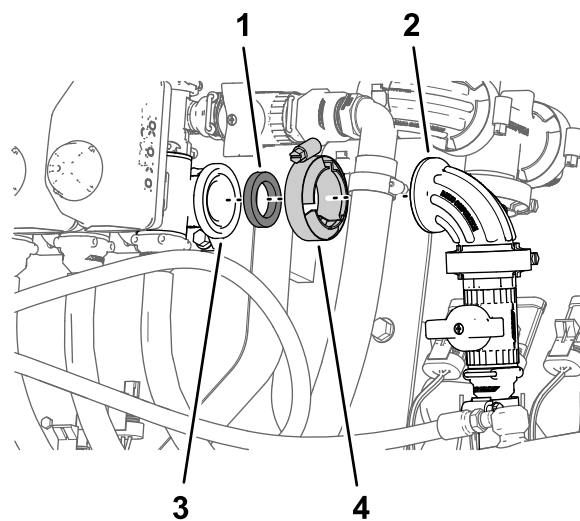

图137
4. 使用在步骤 1 中卸下的法兰夹具和垫片将可选喷枪杆套件或电动软管卷套件切断阀的 90° 接头组装到喷嘴阀 10 的法兰上并用手紧固夹具 图137。